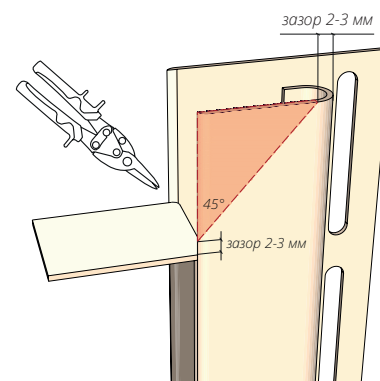

Рисунок 47
- 14.4** Если соединение лицевой части нужно сделать под 45°, подрежьте J-профиль согласно (Рис. 47).
- 14.6** В случае если лицевые части J-профиля выступают, их нужно подрезать, подогнать (Рис. 50). Обожмите края J-профиля (Рис. 51) используя клещи. При соединении J-профиля под 45° (Рис. 47) обжим делать не нужно. Соединение с противоположной стороны J-профиля делается аналогично. После монтажа J-профили должны оставаться подвижными.